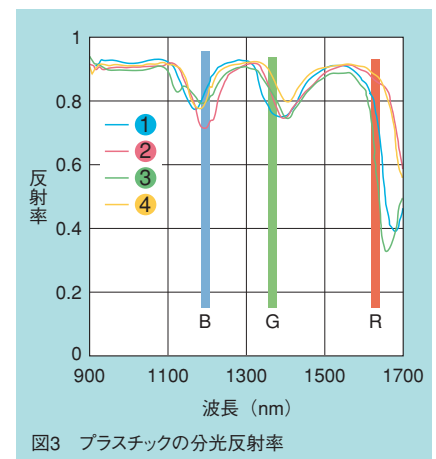

図3 プラスチックの分光反射率
900-1700nmの近赤外光に感度のあるイメージング分光器を用いて、このプラスチックの近赤外におけるスペクトルを測定してみます。図3が測定結果で、図1の①、②、③、
図3に示すように、4つのプラスチックでスペクトルに差が大きいと思われる波長を3つ選んで、その波長の強度に対応して、カラー表示に使うRGBを与えてカラー表示してみます。即ち、この例ではR、G、Bに1640、1375、1205nmのスペクトル強度を与えます。イメージング分光器による測定では図1の各ピクセルに対して分光反射率の情報が